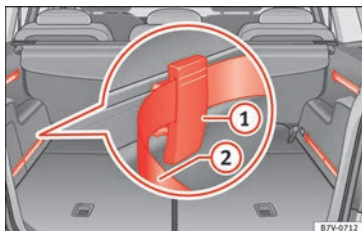

Fig. 168 En el maletero: sistema con raíles, elementos de fijación ajustables ① y cinturón tensor ajustable ②.
- Coloque un elemento de fijación con las roderas hacia arriba » **fig. 168** ① en la parte superior de la guía y presione hacia abajo.